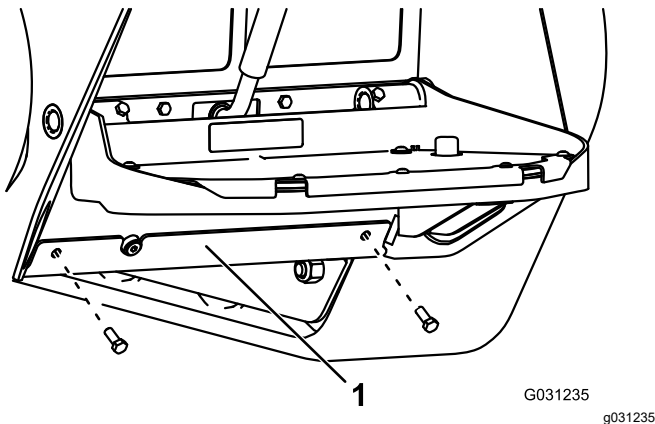

Figure 75
8. Posez la plaque inférieure (Figure 75).
4. Enlevez les 2 boulons de fixation de la plaque inférieure et déposez la plaque (Figure 75).